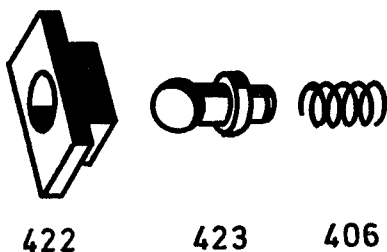

Fig. 26
6. Coller ensemble avec de la graisse chaque fois 1 ressort de pression (406), 1 axe à rotule (423) et 1 pièce de pression (422) (l'axe à rotule est logé dans l'élément de pression comme le montre la fig. 26).